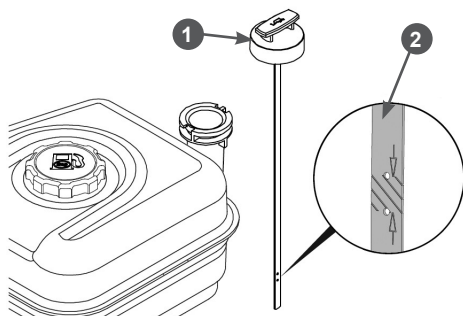

Рис. 25 Проверка уровня масла
2. Поверните крышку-щуп 1 маслозаливной горловины против часовой стрелки на 90 градусов (смотреть сверху) и извлеките щуп (Рис. 25).
5. Аккуратно вытащите щуп и осмотрите его. Уровень масла должен соответствовать верхней отметке на щупе (Рис. 25 п. 2).
(Рис. 25 п. 2). При недостаточном уровне масла в картере необходимо долить чистое масло до верхней отметки на щупе (Рис. 25 п. 2).